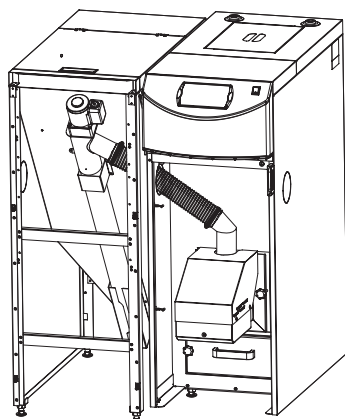
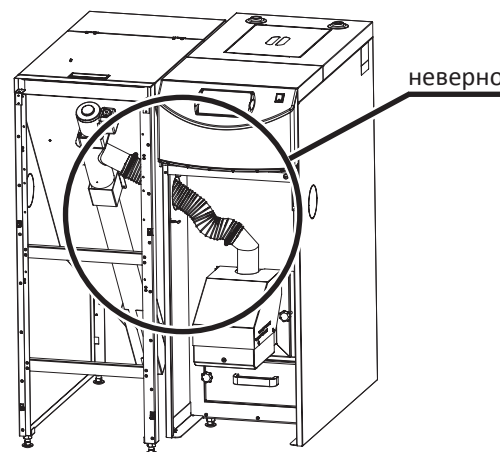

Рис. 3 Правильное подсоединение гофрированной трубы механизма подачи.
Рис. 4 Неправильное подсоединение гофрированной трубы механизма подачи.
6. Произвести все необходимые регулировки в области угла наклона соединителя и длины гибкой гофрированной трубы. Соединение не может образовывать загибы гофрированной трубы, которые могут привести к блокировке пеллет (см. Рис. 3 и Рис. 4).